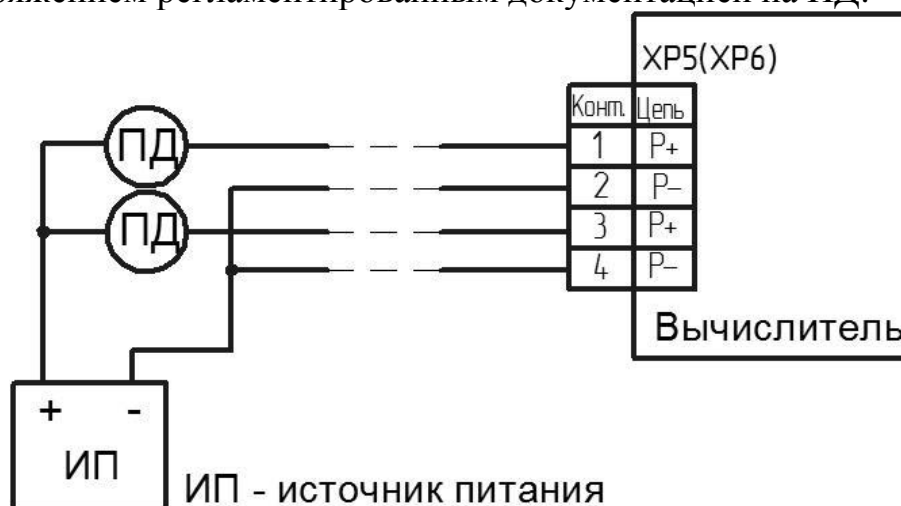

Рисунок 11 – Подключение ПД
**Подключение ПД.** Преобразователи давления с выходным токовым сигналом от 4 до 20 мА подключаются двухжильным экранированным кабелем по схеме (рисунок 11). Питание ПД осуществляется от внешнего источника питания, напряжением регламентированным документацией на ПД.